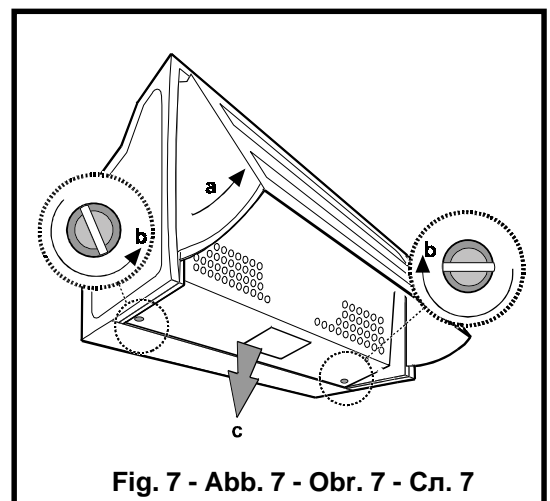

Fig. 7 - Abb. 7 - Obr. 7 - Сл. 7
- b) Entnehmen Sie das Absauggitter (Abb. 7).